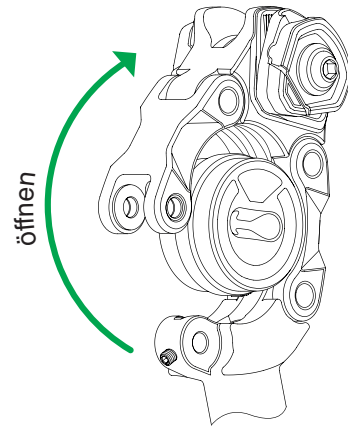

Abb. 10.1.2
2. Nachdem die Achse entfernt ist, öffnen Sie den Parallelgramm-Mechanismus, indem Sie den hinteren Federarm von Hand nach oben ziehen (Abb. 10.1.2). Der gesamte obere Teil der Sattelstütze kippt dadurch in Fahrtrichtung nach vorne.
Hinweis: Nutzen Sie beim Wechsel des Elastomers die Gelegenheit zu einer Sichtprüfung des aufgeklappten Parallelgramm Systems. Säubern Sie im Bedarfsfall den inneren Bereich. (Abb. 10.1.2).